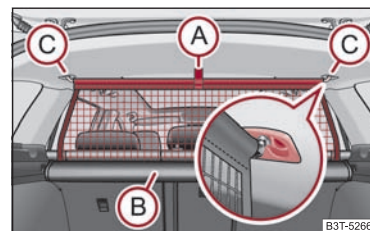

Fig. 95 Scoaterea peretelui despărțitor de plasă
- Trageți peretele de chinga (A) ⇒ fig. 95 din carcasă (B) în direcția suporturilor (C).
- Introduceți bara transversală în locașurile (C) și apăsați bara în față.
- În același mod fixați bara pe partea cealaltă a autovehiculului, locașul (C).
- Trageți bara în spate din suporturile din plafon, mai întâi pe o parte, apoi pe partea cealaltă, și scoateți-o din suporturi (C) ⇒ fig. 95.
- Susțineți bara transversală astfel încât peretele despărțitor să se poată rula încet și fără să se deterioreze, în carcasă (B).